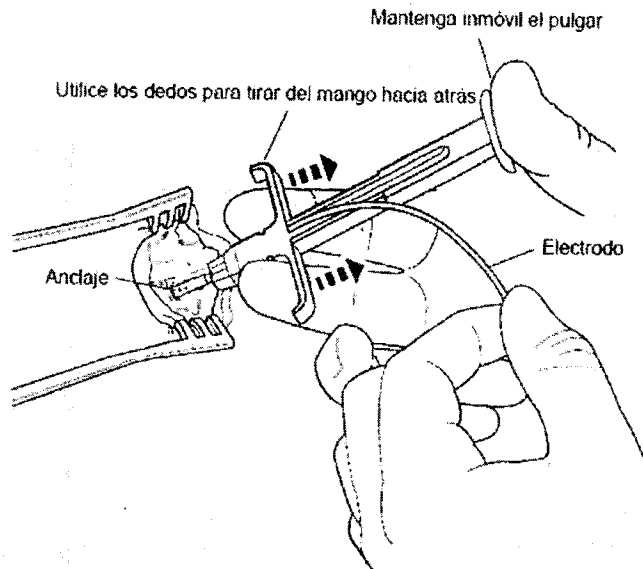

Figura 3. Liberación del anclaje.
9. Mientras mantiene la posición del electrodo con una mano, sitúe el pulgar y los otros dedos de la otra mano sobre el dispensador del anclaje como si sujetara una jeringa (Figura 3).